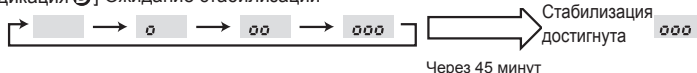

Fig. 9-3
3. Нажмите кнопку **FILTER** (←) для подтверждения настройки. (Fig. 9-3)